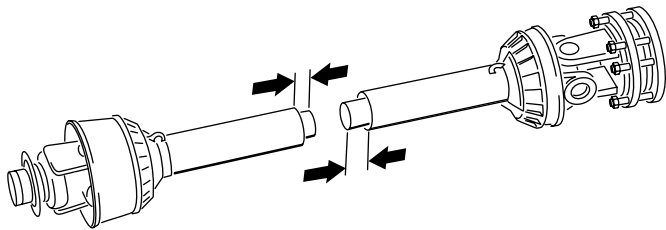

图17
11. 将 PTO 轴的两半分开 图17。
12. 测量从各个管的端部到其安全护罩的距离 图17。